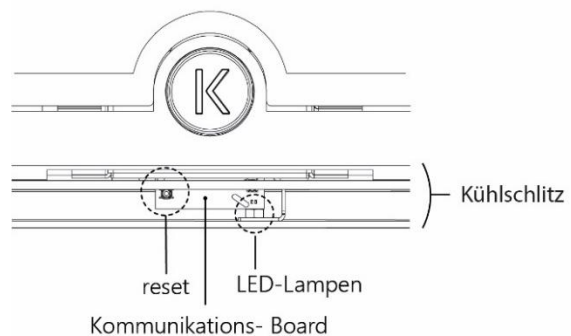

Abbildung 24: Draufsicht Kommunikationsplatine
1. Die grüne LED-Leuchte auf der Kommunikationsplatine (Abbildung 24) blinkt. Die Fernbedienung ist nicht mit der Feuerstelle gekoppelt.